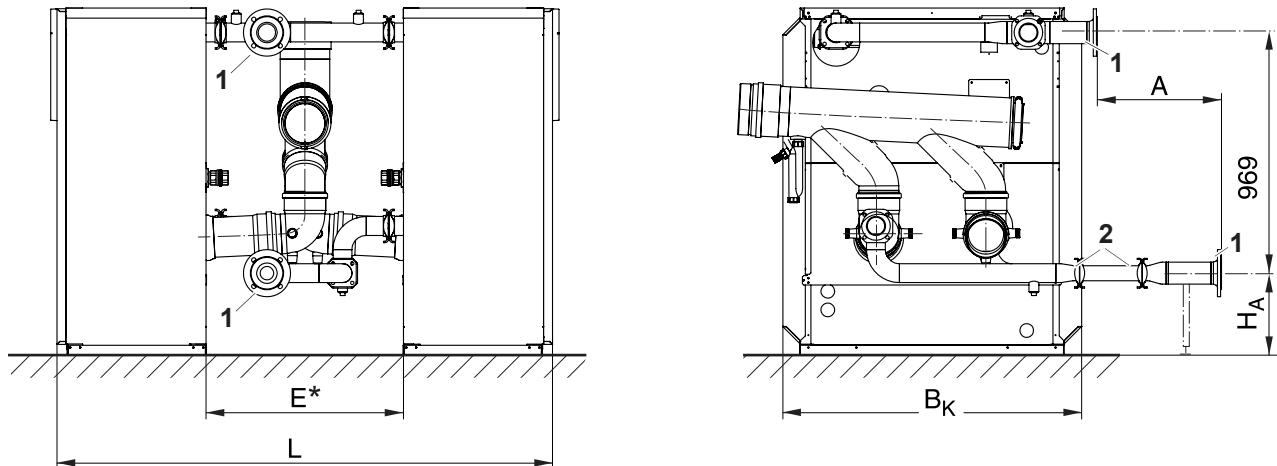

Рис. 2 Размеры каскадного трубного соединения GB312
см. рис. 2 и таб. 2
* См. рис. 2 и таб. 2.
Учтите что при установке запорных вентилей на подающей VK и обратной RK линиях размер Е должен быть больше (см. размер Е* на рис. 2).
* Размер в скобках нужно выдерживать при монтаже запорных вентилей (приобретаются дополнительно) (см. рис. 2).